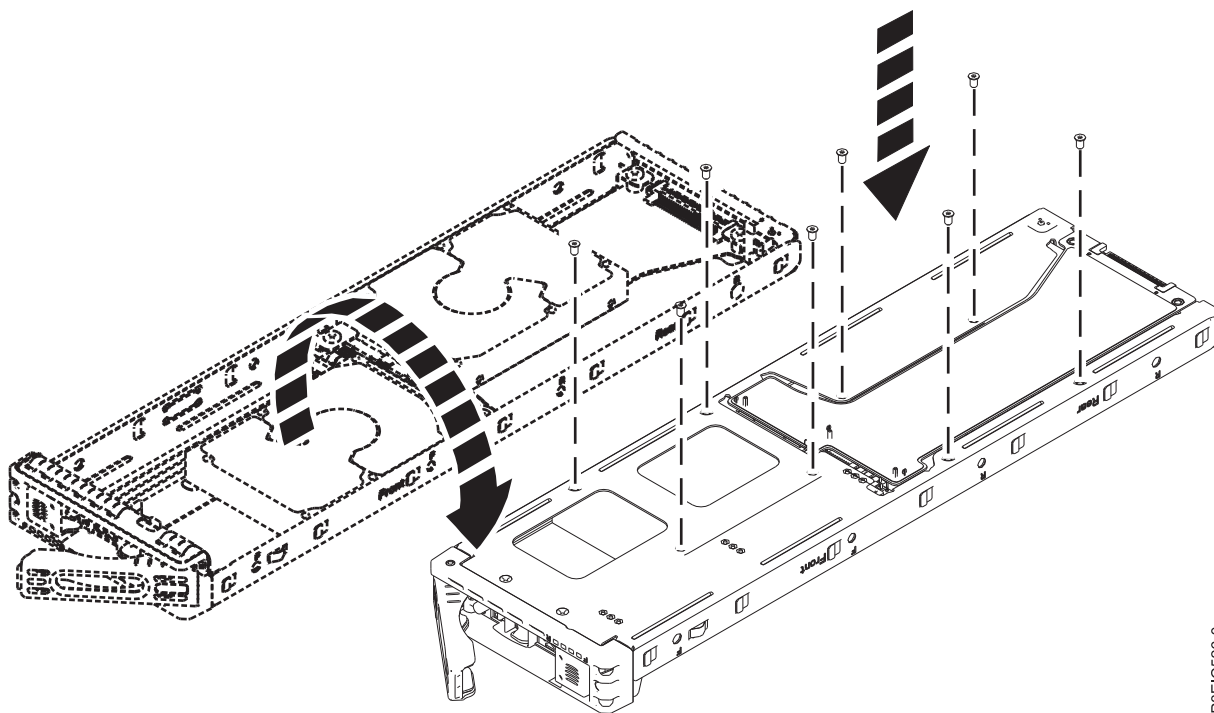

Figura 17. Ubicaciones de tornillo para la unidad de 2,5 pulgadas
- c. Fije la unidad en la parte inferior de la bandeja utilizando cuatro tornillos, tal como se muestra en Figura 17.